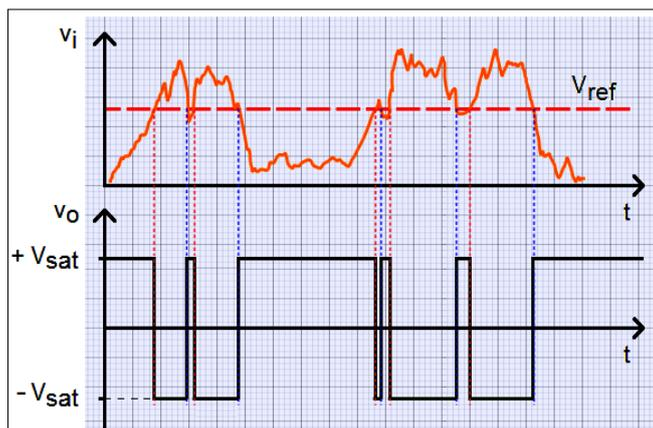

Figura 3.82 – Comutações indevidas: sinal com ruído.
► Para exemplificar a atuação deste circuito, seja um sinal de entrada com presença de ruídos - comutações indevidas na saída devida às interseções errôneas com os pontos de desengate, como mostra a Figura 3.82, onde a tensão de referência do comparador (inversor) de tensão é positiva.